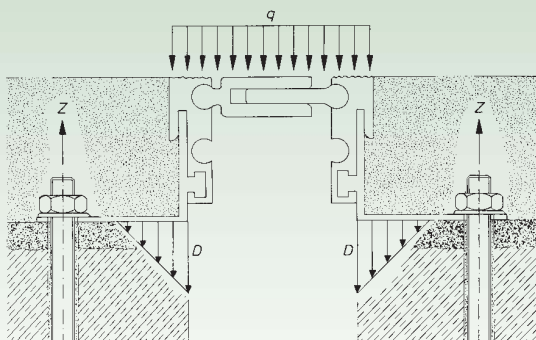

Abb. 1
Je höher ein Boden durch Reibung, Stoß, Druck u. a. [s. h. DIN 18 560] beansprucht wird, um so sorgfältiger muß die Auswahl der richtigen Fugenausbildung getroffen werden. Wie Druck- und Zugkräfte eine Konstruktion beanspruchen, wird aus der Abb. 1 ersichtlich. Die Aufnahme derartig wirkender Kräfte ist nicht immer durch Aluminiumprofile zu erfüllen.
- f) genügender Randabstand der Profilverankerung von der Fugenkante [Dübelkennwerte beachten!] [Abb. 1]